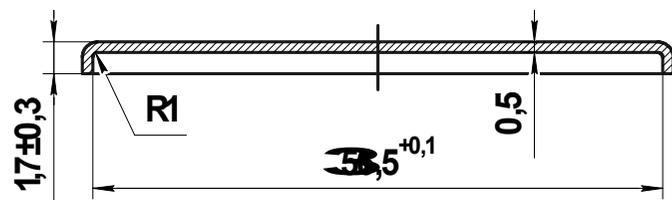

Рисунок 10
7.3 При перезарядке и сборке сработавшего на тушение возгорания МПП необходимо заменить ИХГ (поз.3 рисунок 1) ИХГ-6(М)-01 СИАВ 066614.020.000-04 ТУ, заполнить корпус МПП огнетушащим порошком и установить мембрану (поз. 6 рисунок 1), изготовленную по чертежу (рисунок 10) из листа АМцН2-0,5 ГОСТ 21631-76. После установки мембраны необходимо обеспечить момент затяжки гайки (поз. 10 рисунок 1) усилием (150 ± 10) Н·м.